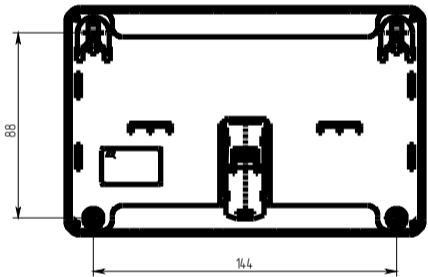

Рисунок 4
- смонтировать модуль на DIN-рейку или на стену, используя отверстия в основании (Рисунок 4);